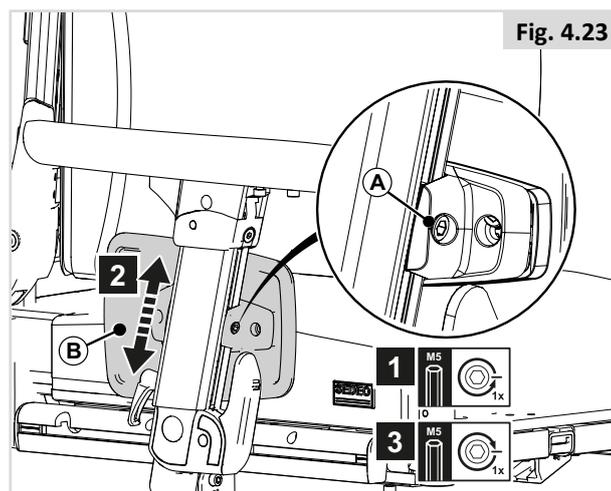

Fig. 4.23
**Hauteur du protège-vêtement (Fig. 4.23)**
1. Desserrez (A) d'un tour.
2. Réglez (B) à la position désirée.
3. Resserrez (A).